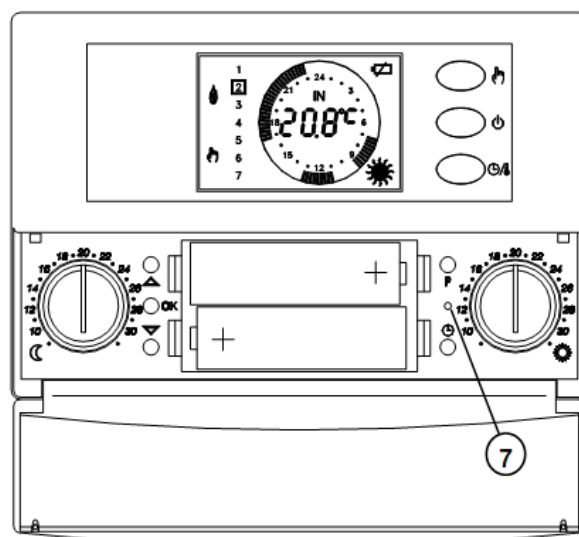

Рис. 2
При первом запуске в работу выполните следующие действия: вставить батареи, соблюдая полярность, как показано на Рис. 2, и перезагрузить термостат при помощи заостренного предмета через отверстие (7). Под крышкой батарейного отсека расположены 6 кнопок:
- «OK» → подтверждение (5);
- «▲» → вперед (4);
- «▼» → назад (6);
- «reset» → сброс программы через отверстие (7).